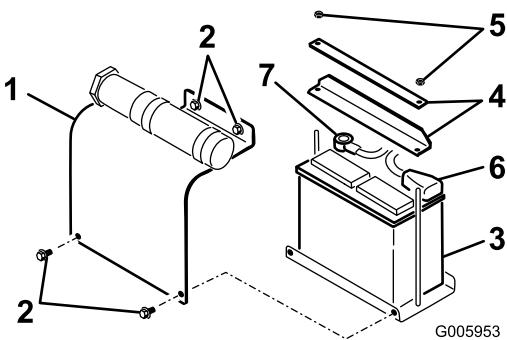

図 34
2. バッテリーカバーを取り出す（図 34）。
1. バッテリー固定用のバーとナットを外す（図 34）。
2. バッテリーのマイナス端子にマイナス（黒）ケーブルの接続を外す（図 34）。
3. バッテリーのプラス端子にプラス（赤）ケーブルの接続を外す（図 34）。
1. プラットフォームにバッテリーを取り付ける（図 34）。
2. 先ほど取り外したナットとバーで、バッテリーをシャーシに固定する（図 34）。
3. バッテリーのプラス端子にプラス（赤）ケーブルを接続する（図 34）。ゴムカバーをかぶせる。
4. バッテリーのマイナス端子にマイナス（黒）ケーブルを接続する（図 34）。
5. バッテリーカバーを取り付ける（図 34）。